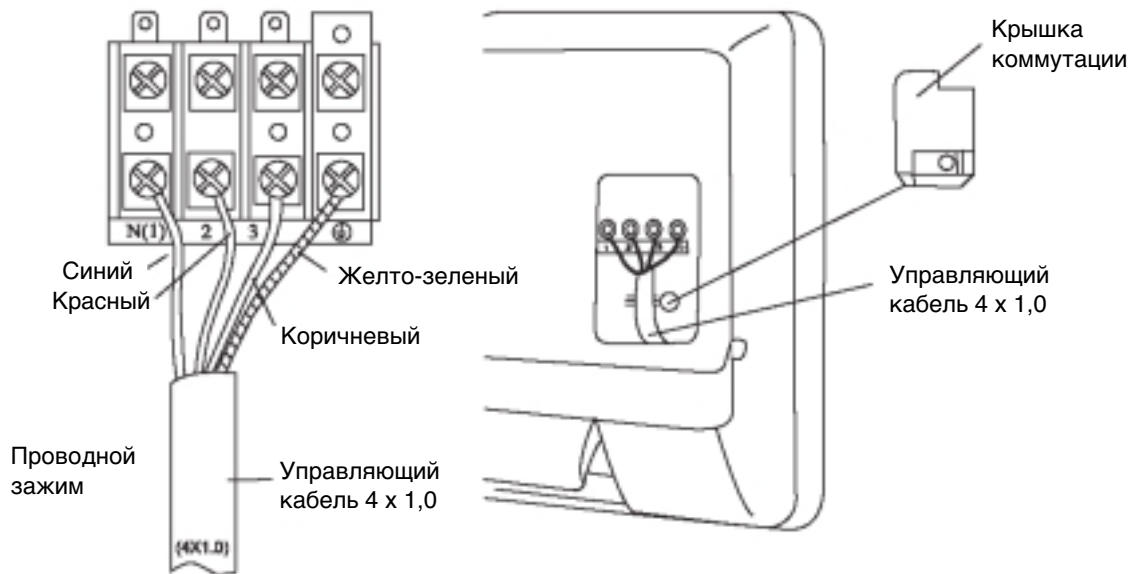

Рис. 4
2. Снимите крышку коммутации (рис. 4).
4. Подключите синий провод кабеля питания к клемме "N(1)", коричневый - к клемме "2", красный - к клемме "3" и желто-зеленый (провод заземления) – к клемме ⏏ , как показано на рис. 4.